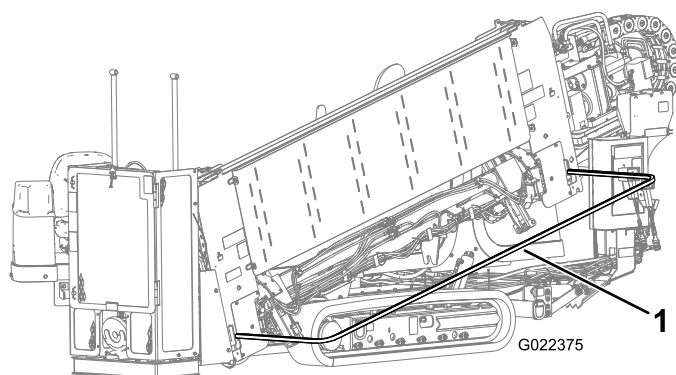

Figure 76
4. Abaissez la barre de sécurité pour piétons et fixez-la en place (Figure 76).